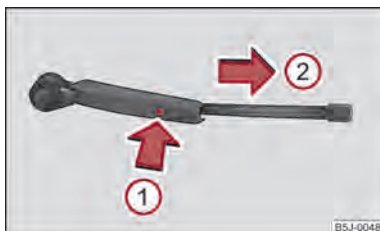

Abb. 35 Scheibenwischerblatt für Heckscheibe
- Klappen Sie den Scheibenwischerarm von der Scheibe ab und stellen Sie das Scheibenwischerblatt rechtwinklig zum Wischerarm ⇒ Abb. 35.
- Mit der anderen Hand entriegeln Sie die Sicherung ① und nehmen das Wischerblatt in Pfeilrichtung ② heraus.